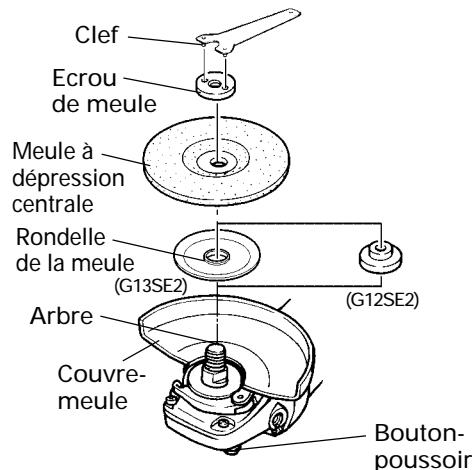

Fig. 5
S'assurer que la bouton-poussoir n'est pas engagée appuyant dessus deux ou trois fois avant de mettre la meuleuse en marche. (Fig. 5)
- (1) Mettre la meuleuse à l'envers de façon que l'arbre soit dirigé vers le haut.
- (2) Aligner les aplats en couronne de la rondelle de meule sur l'encoche de l'arbre, puis les fixer.
- (3) Positionner la protubérance de la meule à dépression centrale sur la rondelle de meule.
- (4) Visser l'écrou de meule sur l'arbre.
- (5) Tout en poussant sur la bouton-poussoir avec une main, verrouiller l'arbre en tournant doucement la meule à dépression centrale avec l'autre main.
- Serrer l'écrou de meule en utilisant la clef fournie comme montré sur la Fig. 5.